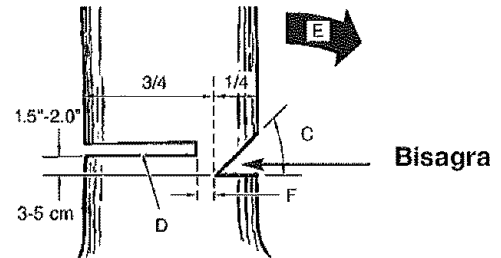

Fig. 13
Normalmente, la caída se compone de 2 operaciones, mella (C) y corte de caída (D) (Fig. 13).
Comience la mella (C) en el lado que apunte a la dirección de caída (E). No haga este corte demasiado profundo en el tronco (Fig. 13).
La mella (C) debe tener profundidad suficiente para crear una bisagra (F) con la fuerza y la anchura suficiente. La mella debe ser lo suficientemente ancha para controlar la caída del árbol tanto tiempo como sea posible (Fig. 13).
Haga el corte de caída (D) desde el otro extremo del árbol 1,5 - 2,0 pulgadas (3-5 cm) por encima del eje de la mella (C) (Fig. 13).
2. Si el diámetro del árbol es más que la longitud de la barra, la marca 2 corta-uno igual de la longitud de cada lado del árbol directamente delante del corte de corte descripción como en Fig. 13.